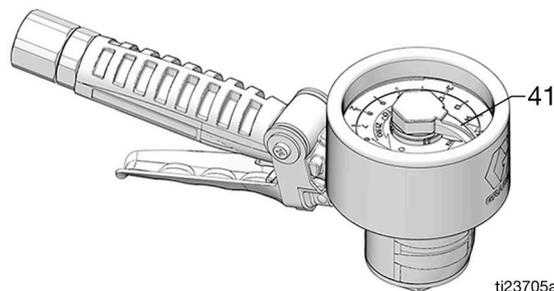

FIG. 9
Para evitar costosos daños en el medidor, nunca gire el puntero del medidor manual (41) hacia atrás (en sentido de las agujas del reloj) (FIG. 9).
1. Gire la boquilla automática con pieza giratoria de sujeción (101) en sentido contrario a las agujas del reloj para abrir la boquilla. Inserte la boquilla en el receptáculo para fluido y dispare con el gatillo (12).
2. Observe el movimiento del puntero del medidor (41) en el dial del medidor (37). Suelte el gatillo (12) cuando se haya dispensado la cantidad deseada de fluido.
3. Gire el puntero del medidor (41) en sentido contrario a las agujas del reloj hasta "0" antes de volver a dispensar fluido (FIG. 9).